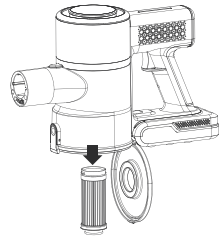

Fig 2.
3. Puxe o filtro HEPA para baixo para remover o filtro e coloque-o de volta no sentido contrário após a limpeza, Fig. 2.